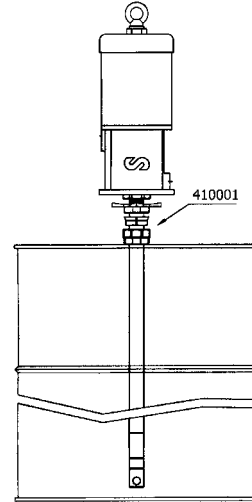

Fig. 3
- Mounting with cover (418006 for 185 kg drum and 418016 for 50 kg drum) and bung adaptor 410001. Fasten the cover on the drum and screw the nut of the bung adaptor into the 2" bung opening of the cover. Insert the pump through the nut and fix it with the star nut to the desired height (See figure 3).
- Montage avec couvercle (418006 sur fûts de 185 Kg et 418016 sur tonnelet de 50 Kg) et adaptateur réglable 410001. Fixer le couvercle sur le fût/tonnelet et serrer l'écrou du couvercle. Introduire la pompe par l'écrou et la placer à la hauteur désirée à l'aide de la fausse-bonde (voir figure3).